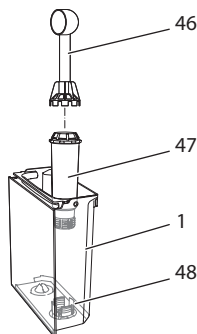

Fig. 25: Însurubarea / deșurubarea filtrului de apă
- Îndepărtați filtrul de apă atunci când aparatul vă solicită acest lucru (consultați Fig. 25, pagina 578).